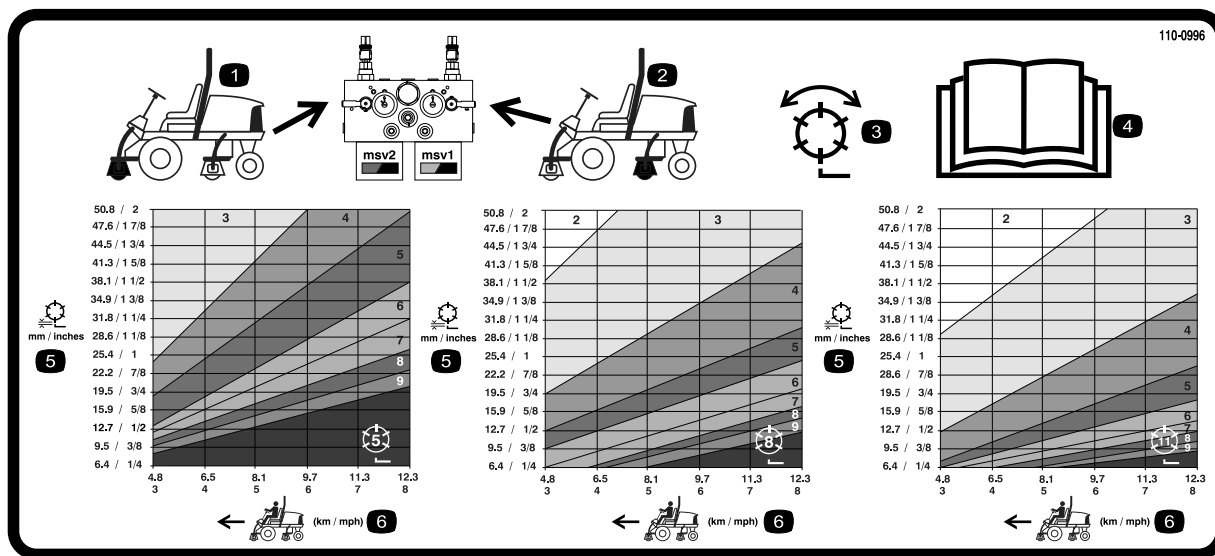
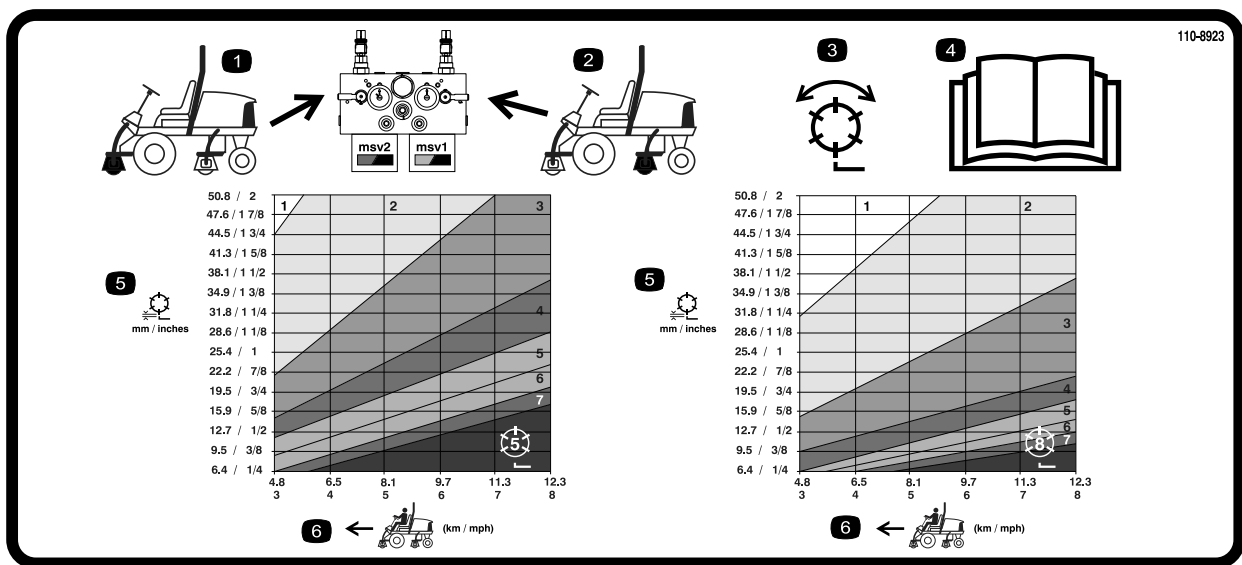

図 38
図 39
3. 使用するチャート間違えないように注意してください；7インチ・リールのカッティングユニットを使う 5510 と 5610 では、110-0996(図 38)の表を使用し、5インチ・リールのカッティングユニットを使う 5210 と 5410 では、110-8923(図 39)の表を使用します。